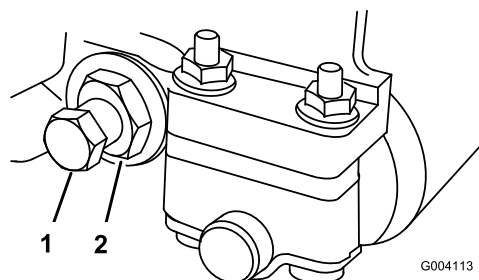

Figura 58
2. Svitare il dado di tensionamento della molla finché la rondella non è più tesa contro la barra di appoggio (Figura 58).
3. Allentate, da ciascun lato della macchina, il controdado che fissa il bullone della barra di appoggio (Figura 58).